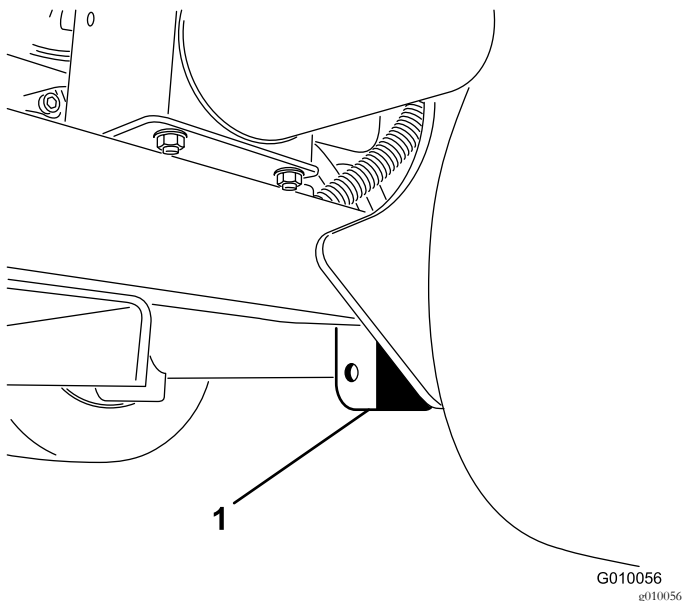

Figura 41
3. Coloque el gato firmemente debajo de la placa del bastidor, justo por dentro de la rueda trasera (Figura 41).